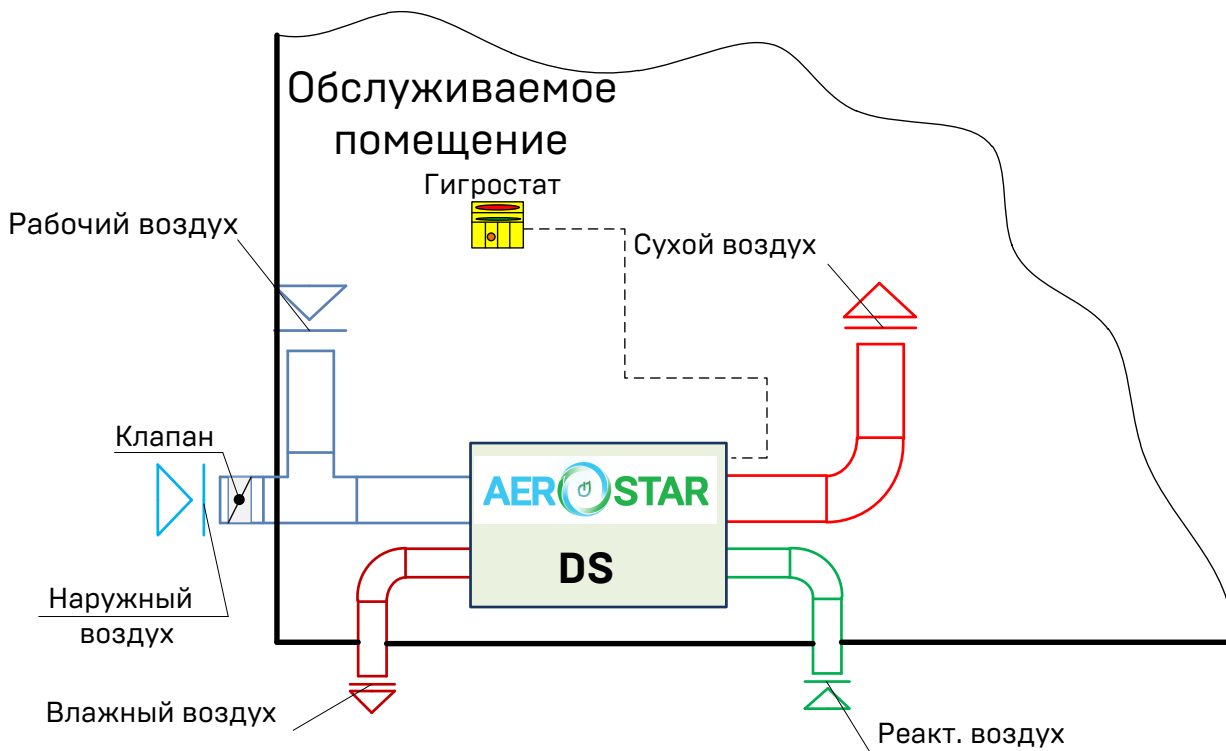

Рисунок 4.5 – Работа осушителя по «закрытой» схеме с подмесом свежего воздуха (внутреннее исполнение)
- ✓ работа осушителя по «закрытой» схеме с подмесом наружного воздуха (внутреннее исполнение) – см. рисунок 4.5;
На рисунке 4.6 – наружная установка осушителя при работе в режиме рециркуляции («закрытая» схема) с подмесом наружного свежего воздуха. Отличается от пятого варианта (см. рисунок 4.5) только местом установки осушителя.